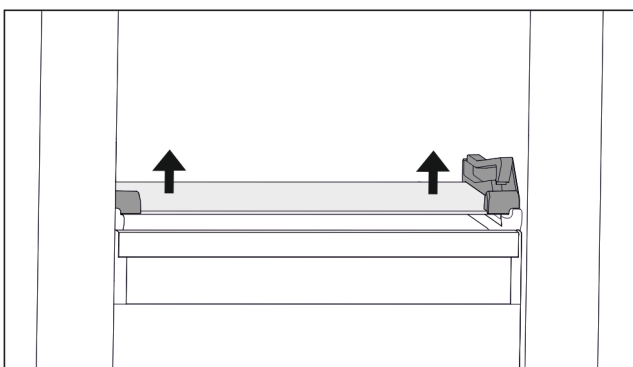

Fig. 107 Стекляннй пластина откиднйм выдвижнйм ящичка
- ▶ Нажмите на стекляннй пластину снизу вверх с обеих сторон. (см. Fig. 107)